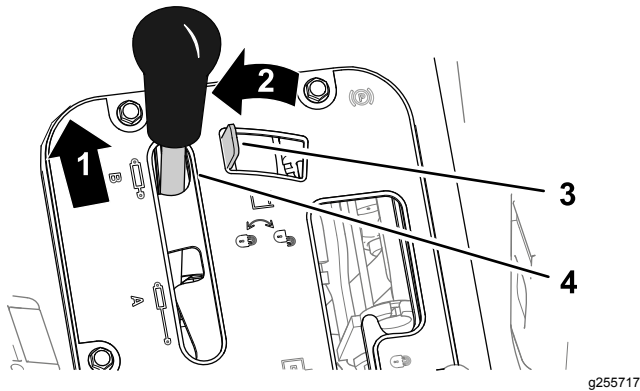
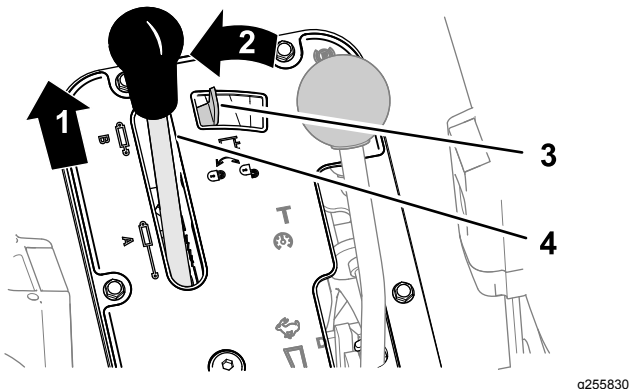

Figure 83
Figure 84
1. Poussez le levier de commande hydraulique vers l'avant (Figure 83 ou Figure 84).
2. Déplacez le dispositif de blocage de la commande hydraulique vers la gauche pour l'enclencher (Figure 83 ou Figure 84).